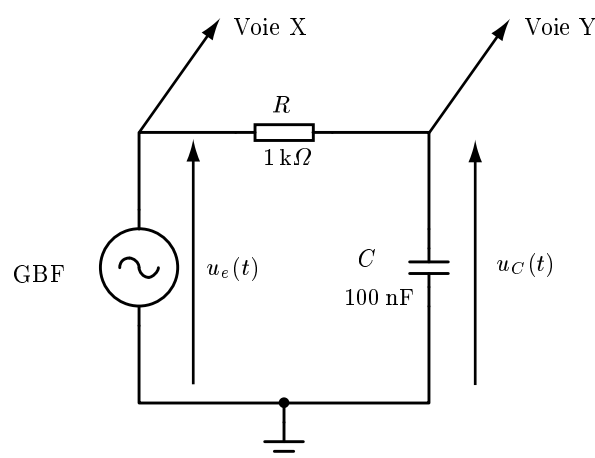

Figure 1.3. Mesures temporelles des caractéristiques des systèmes linéaires invariants.
On considère le circuit électrique représenté figure 1.3.
- ☞ Réalisez le montage de la figure 1.3 avec $R = 1 \text{ k}\Omega$ et $C = 0,1 \mu\text{F}$.
- ☞ Réalisez le montage de la figure 1.3 avec $R = 10^3 \Omega$ et $C = 0,1 \mu\text{F}$.